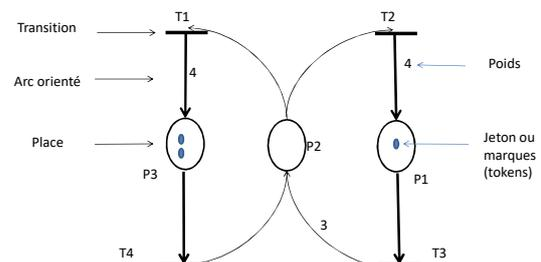

Fig 1.1: exemple de réseau de Petri
- Sur l'exemple de la figure 1.1 donner les ensembles P, T, les matrices Pre, post, W et le marquage initial.